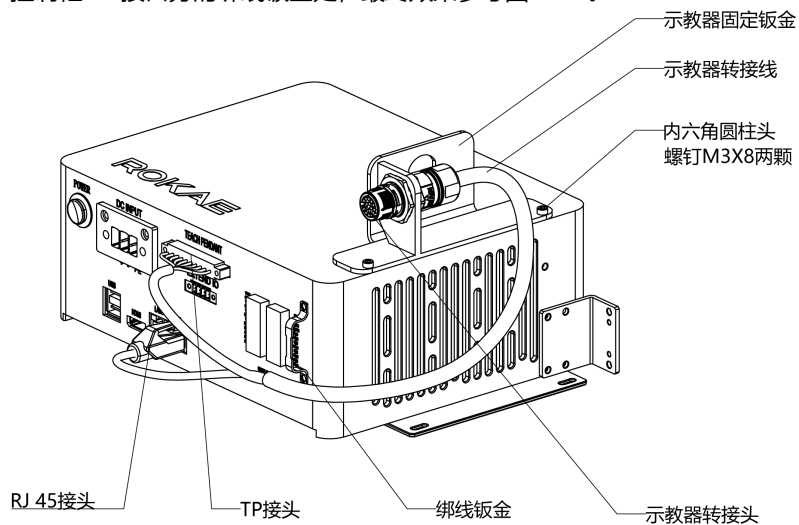
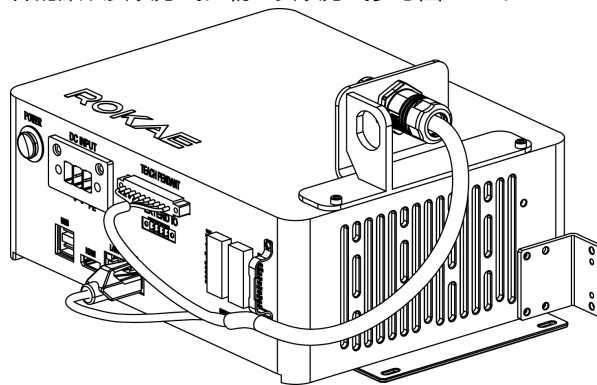

图 5-12 安装示教器转接线束
图 5-14 示教器固定钣金朝左安装示意图
(3) 将示教器转接线接头穿过钣金，并用活动扳手将示教器转接头的螺母拧紧，使示教器接头固定在钣金上面。如下图 5-12 所示。
(4) 教器转接线的 xPad 接口和 RJ45 接口分别与控制柜的 TEACH PENDANT 接口（原 xPad 接口）和 LAN2 接口对插（注意接口，请勿插错），并用扎带将插头附件的线束固定在控制柜 IO 接口旁的绑线钣金处，最终效果参考图 5-12。
(5) 将示教器上的线缆接头，与图 5-12 所示的示教器转接头对插并锁紧，即可正常使用示教器。示教器连接示意图如下图所示。
此套方案只针对选配有示教器转接线套件的用户使用。其中示教器转接插头提供两种安装方式，分别为朝前和朝左两种安装方式。图 5-12 展示的为朝前安装方式，也是示教器转接线套件的默认安装方式。朝左安装方式参考图 5-14。